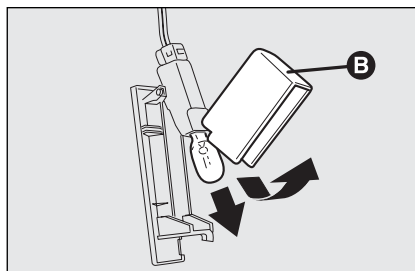

fig. 53
- ☐ abra la protección **B-fig. 53** y sustituya la lámpara introducida a presión;